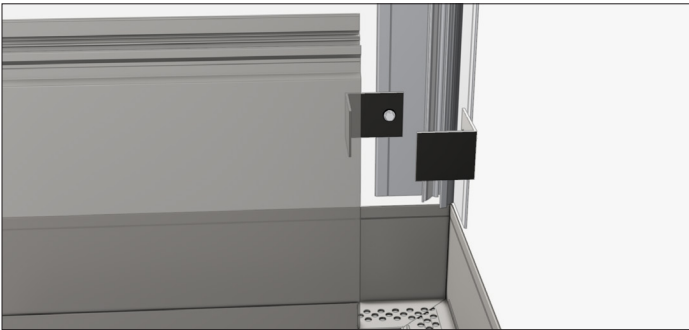

Figure 21.1
25. Pour les angles intérieurs seulement, appliquez un renfort derrière chaque panneau dans le sens vertical à l'opposé de l'angle et fixez-la à travers la ligne de fixation. Placez le renfort sous le bord supérieur de chaque panneau pour qu'il entre en contact avec la face arrière de la surface principale du panneau. (IMPORTANT : Il faut fixer le renfort le long de la ligne de fixation pour les angles intérieurs, et il faut un renfort à chaque panneau d'angle intérieur). (Figure 21.1)